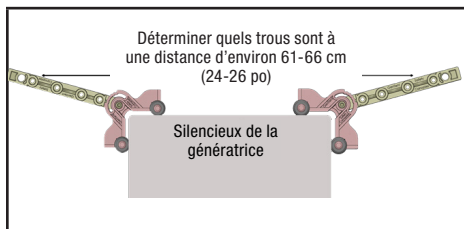

Figure 13 : Trouvez les bons trous sur la tige du cadre du côté du silencieux
- Insérez une tige du cadre en fibre de verre dans le trou du connecteur central jusqu'à ce qu'il arrête (figure 13).